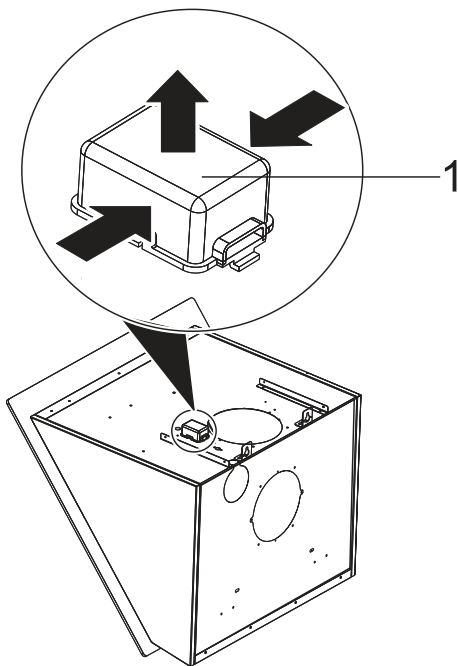

Abb. 12
2. ➤ Drücken Sie den Deckel (Abb. 12/1) an den langen Seiten